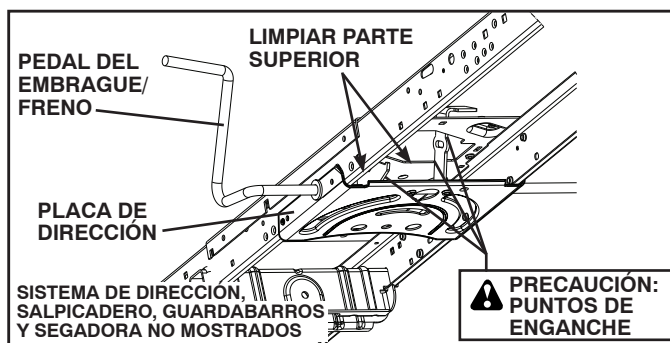

Fig. 20
**PRECAUCIÓN:** Evite todos los puntos de enganche y las piezas móviles. (Vea Fig. 20)